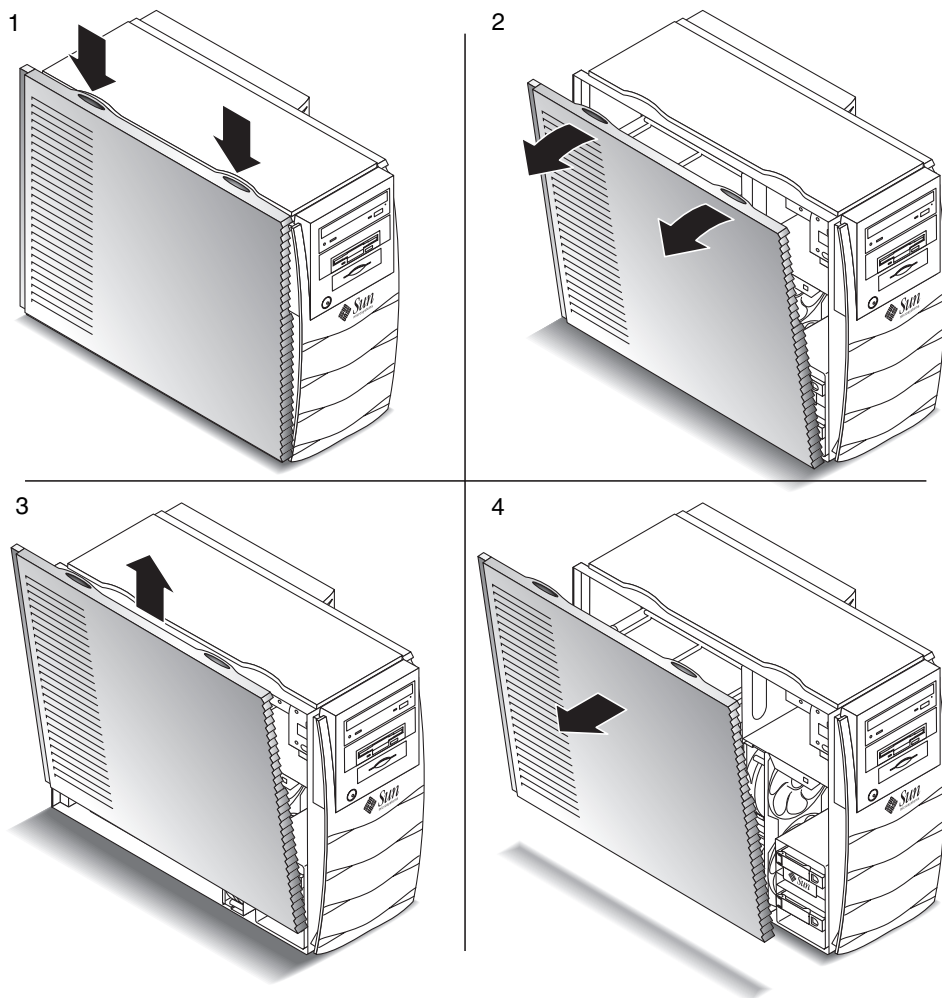

FIGURA 8 Preparazione per l'installazione dei componenti interni
2. Premere sulle due zone concave nella parte superiore del pannello di accesso (vedere FIGURA 8).